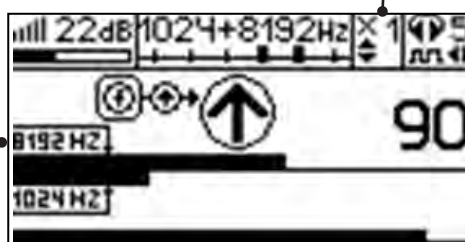

Рис. 7.4
4. «Назначение» производится нажатием кнопки **f** при расположении датчика точно над «выделенной» коммуникацией, считающейся «своей». После этого указатель направления сигнала приобретает вид - (↓). При переходе на «чужую» коммуникацию с другим «направлением сигнала» (или при изменении положения датчика на «обратное») раздастся звук и стрелка покажет «направление сигнала - назад (↙)» (рис. 7.4)
Методика: Производя трассировку с применением ЭМД на низкой активной частоте (512Гц / 1024Гц) (**см. раздел активный трассопоиск**), наблюдать за уровнем сигнала. Локальное повышение и резкое уменьшение уровня указывают на вероятность наличия дефекта изоляции. (**рис. 7.4**) При этом величина сигнала может меняться по различным причинам: положение датчика, глубина залегания кабеля, наличие мешающих конструкций. Поэтому таким методом можно обнаружить лишь «низкоомные» дефекты сопротивлением менее 1кОм.